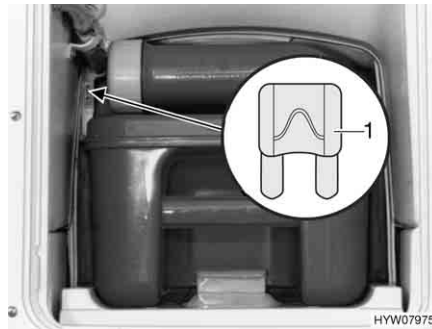

Fig. 123 Fusible del inodoro Thetford
- Cambiar el fusible (Fig. 123,1).